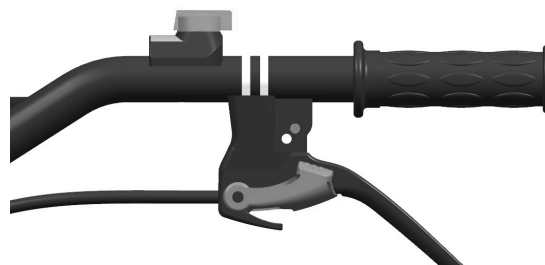

Abbildung 8
- Wenn der Bediener den Kupplungshebel loslässt, wird die Kupplung ausgekuppelt, die Motorkraft wird nicht auf die Motorhacke übertragen und die Fräsmesser hören auf zu rotieren (Siehe Abb. 8).